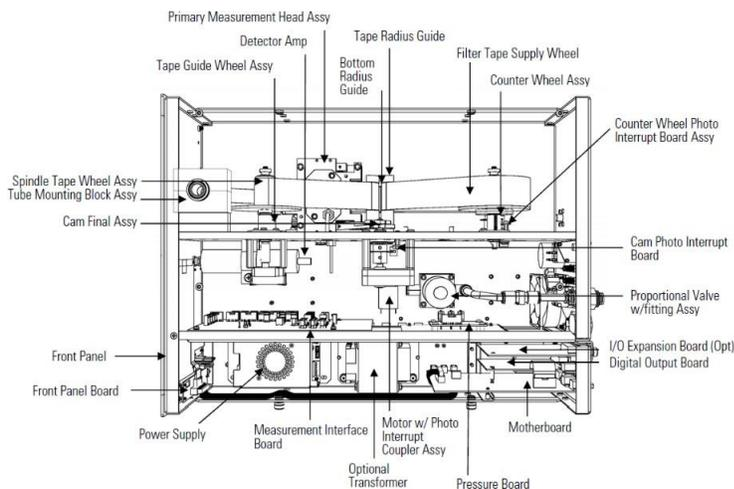

Ilustración 35. Diagrama general de los consumibles y repuestos para cambio.
- La bomba de succión requiere un cambio del Kit de reconstrucción, capacitor de arranque y filtro. Ver ilustración 35.